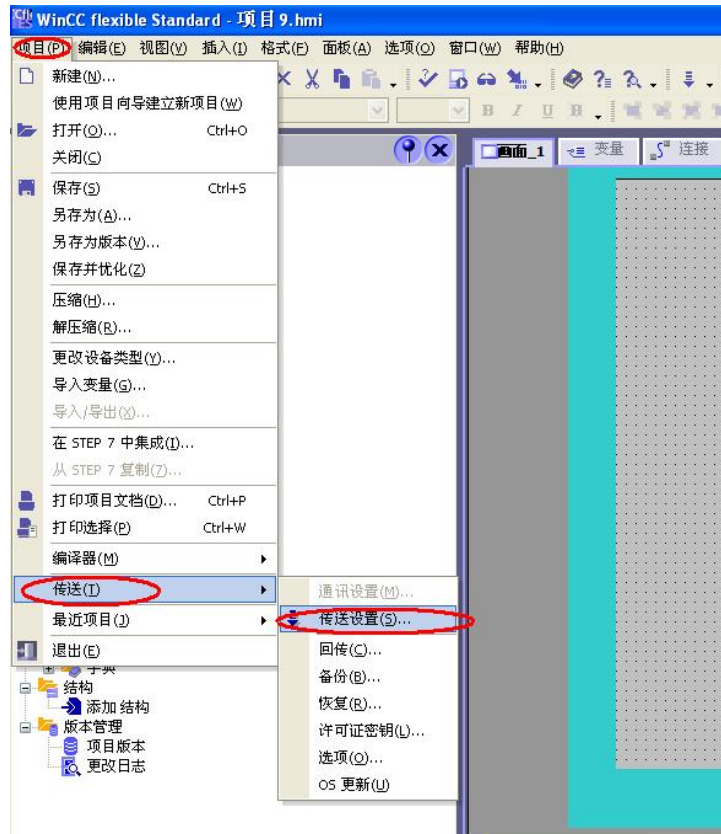

图 4.2.1
1. 打开 WinCC flexible 软件，建立 OP77B 新项目或者打开已有 OP77B 项目，此处必须保证软件中的设备类型和实际使用的设备类型相同。选择路径如下图 4.2.1 所示：